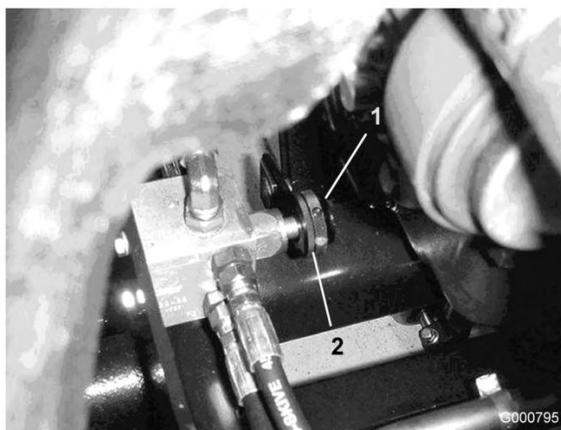

Bild 90
5. Ermitteln Sie das Ventil für die hinteren Mähwerke, das sich vor der Hinterachse befindet (Bild 90).
6. Lösen Sie den Arretierungsring, mit dem das Handrad befestigt ist (Bild 90).